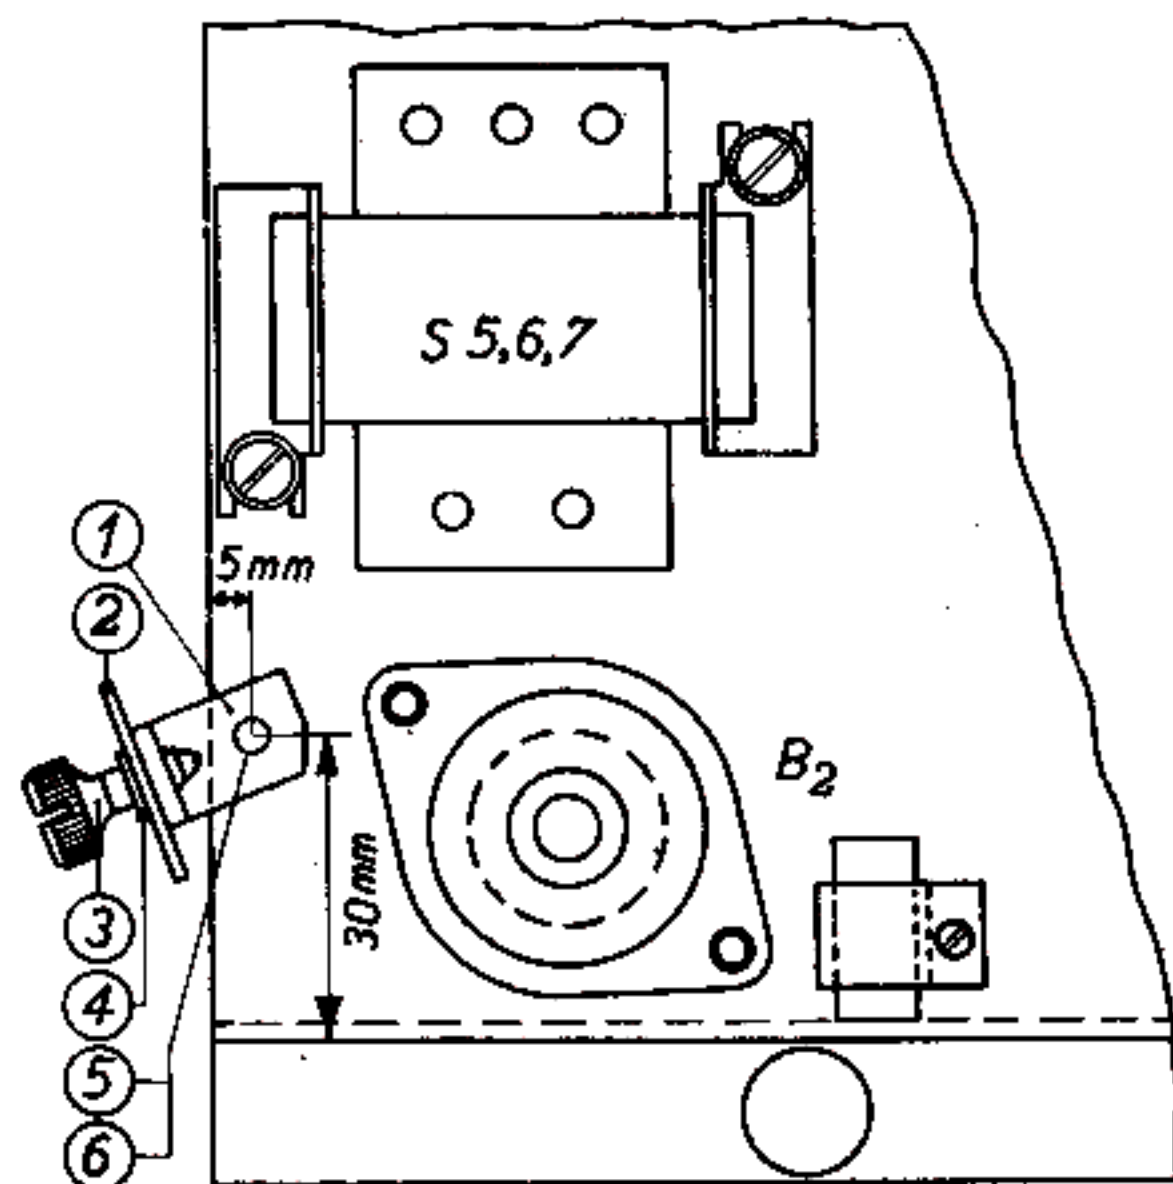

Fig. 2
4. Nu wordt naast de buishouder van B 2 een gat geboord van 3,2 mm en de beugel (pos. 1) aangebracht, zie fig. 2.